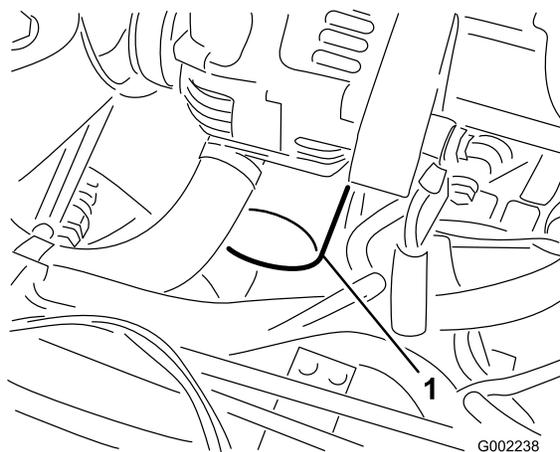

Figura 43
7. Togliete il vecchio filtro dell'olio (Figura 43).
10. Montate il nuovo filtro dell'olio sull'adattatore. Girate il filtro in senso orario finché la guarnizione di gomma non tocca l'adattatore, quindi serrate il filtro di un altro mezzo giro (Figura 43).